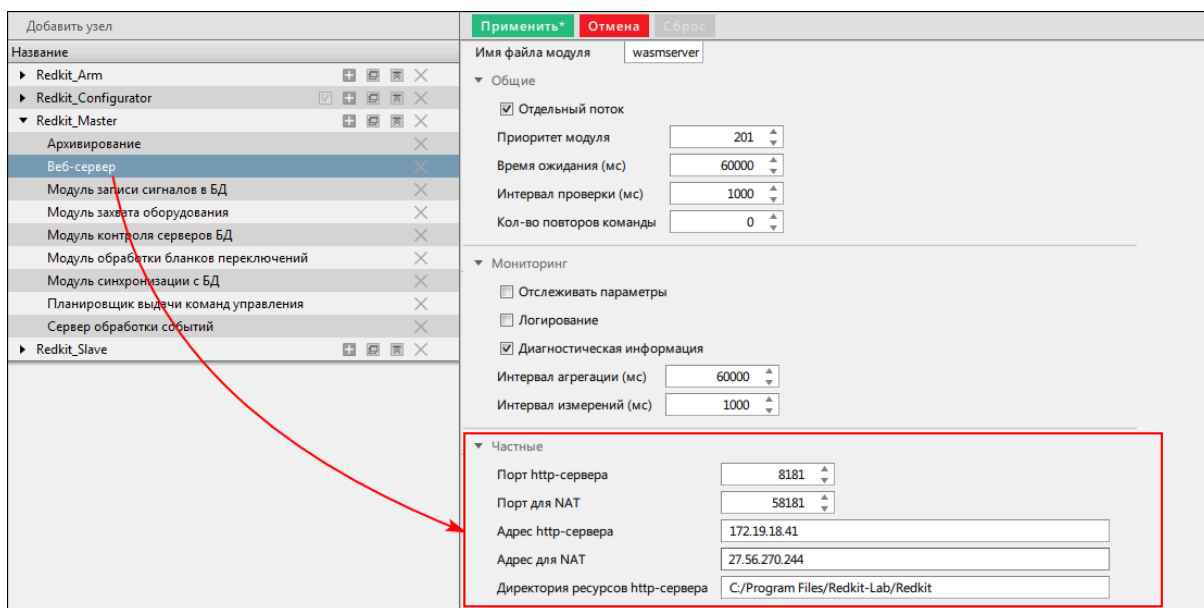

Рисунок 511 - Настройка модуля «Веб-сервер» для NAT
6. Нажмите на модуль **Веб-сервер** и справа в настройках **Частные** укажите (Рисунок 511):